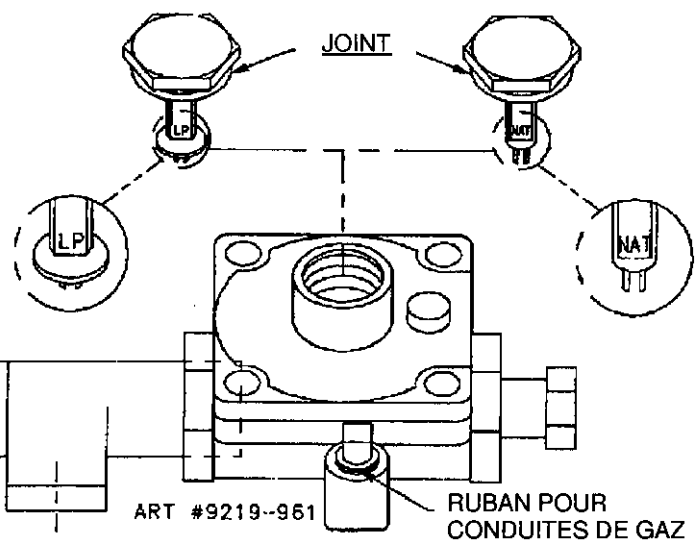

FIGURE 3
3. Inverser la tige et la réenclencher en place dans le capuchon en appliquant avec les doigts une pression uniforme sur les bords opposés du disque de la tige. La tige doit être fermement en place dans le capuchon. (Voir la figure 3.)